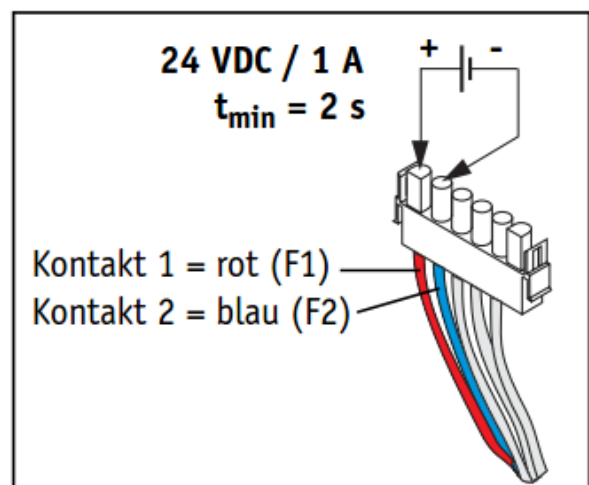

Bild 2
- Speisen Sie an den Kontakten 1 und 2 des Steckers eine Gleichspannung von 24 V in den Generator ein (siehe Bild 2):